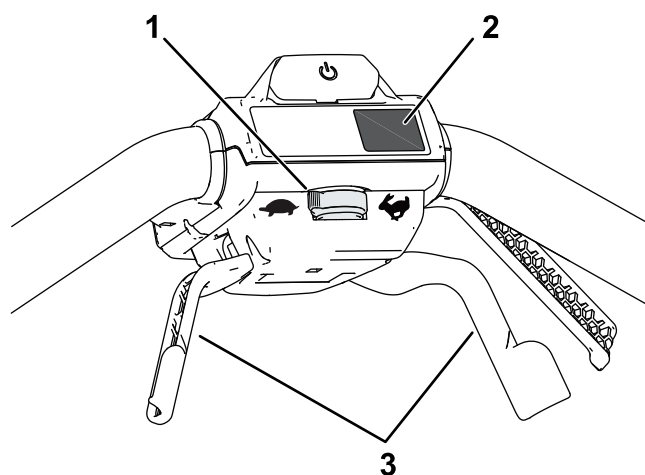

Figura 12
- Pentru a regla viteza de propulsie automată, reglați controlul vitezei (Figura 12).
- Pentru a cupla propulsia automată, trageți mânerul pentru propulsie automată către mâner și inei-le strângeți (Figura 12).
Apăsai butonul MAX de sub butonul On pentru a seta maina la viteza MAX (Figura 12).